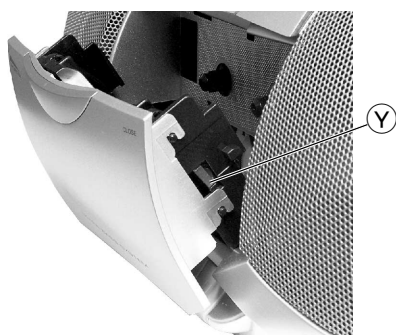

Fig. 26
- Die Rastnase (Y) (Fig. 26) auf der nicht verklebten Seite nach innen drücken und Cassetten-Blende auf dieser Seite ausrasten. Die Cassetten-Blende auf der nicht verklebten Seite soweit nach vorne ziehen, dass die verklebte Seite der Blende vorsichtig zur Seite weggedrückt werden kann.
- Press in the locking lug (Y) (Fig. 26) at its side not fixed with glue then disengage the cassette trimplate at this side. Pull the cassette trimplate at the side without glued joints to the front until the glued side of the trimplate can be carefully pressed apart.